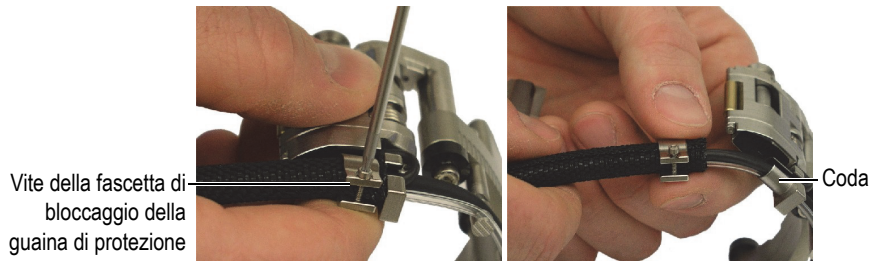

Figura 2-1 Rimozione della fascetta di bloccaggio della guaina di protezione
- a) Mediante il cacciavite Torx T6, rimuovere la vite della fascetta di bloccaggio della guaina di protezione e separare la guaina di protezione e la fascetta di bloccaggio dalla coda (vedere Figura 2-1 a pagina 34).